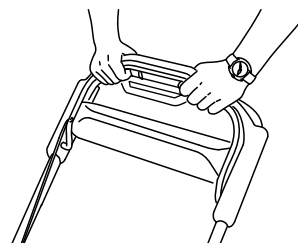

Рисунок 22
3. Удерживайте штангу управления ножом прижатой к рукоятке (Рисунок 22).